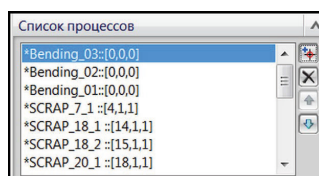

Рис. 6.19. Список процессов операций гибки
11. Аналогичным образом добавьте в **Список процессов** две остальные операции гибки. Напомним, если перед названием операции стоит \*, то это означает, что результат для этих операций еще не подсчитан. Результат действий показан на рис. 6.19.